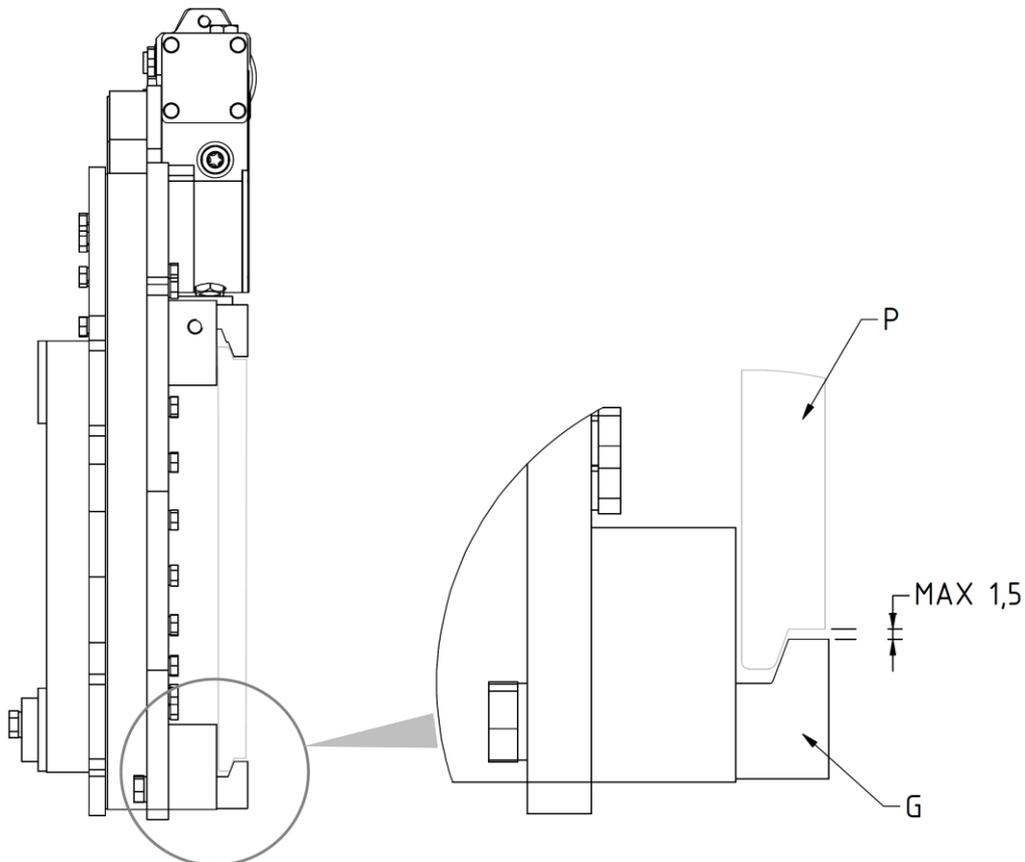

Figure 6
7. Revisser les 2 crochets inférieurs G de manière à ce que le corps de ces derniers reste accroché aussi en bas du tablier porte-fourches P (avec un jeu max. de 1,5 mm, voir détail *Figure 6*), en serrant avec le couple de serrage indiqué dans le *Tableau 3*.